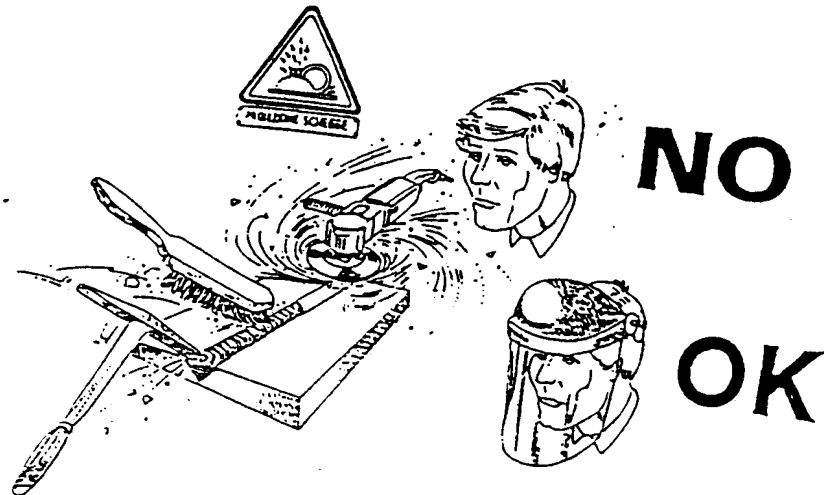

FIG.5
-Indossate sempre occhiali di protezione con lenti trasparenti per evitare schegge ed altre particelle estranee che possono danneggiare gli occhi (Fig.5).